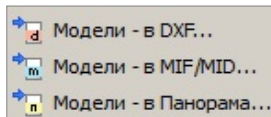

Рис. 13.17
1. В меню **Данные/ Экспорт** (рис. 13.17) выбираем соответствующую команду.